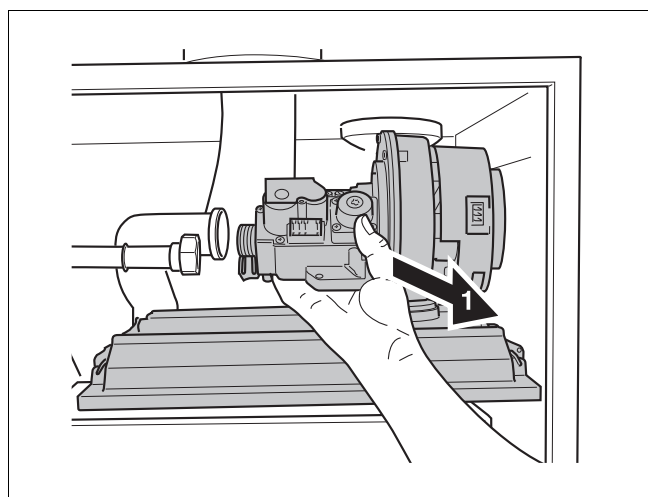

Fig. 108 Scoateți capacul arzătorului cu unitatea de gaz/aer
- Scoateți capacul arzătorului cu unitatea gaz/aer (fig. 108).